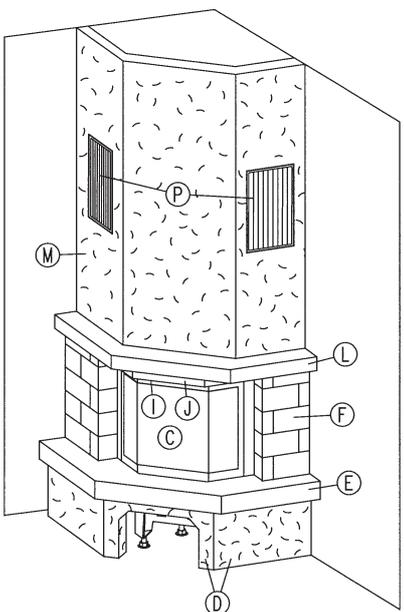

Abb. 12
- 14.6 Stecken Sie nun die Lüftungsgitter in die Einbaurahmen. **(Abb. 12)**